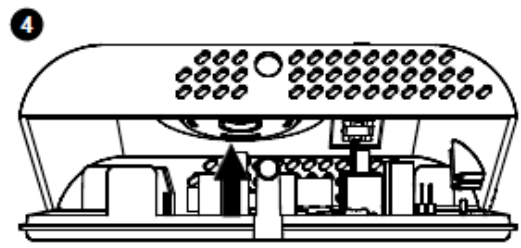

Fig. 5 - Abb. 5
- ④ -Vinkla ut locket medan du trycker lätt på det tills det lossnar (fig. 5).